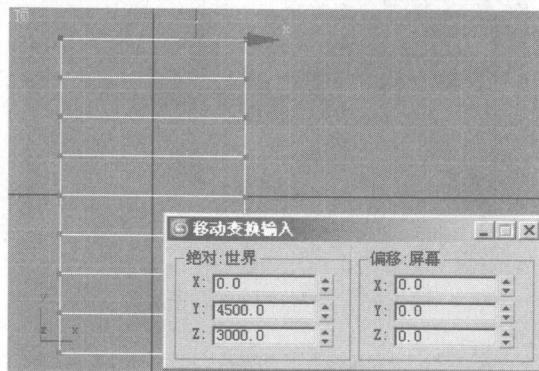

图 1-15 打开“移动变换输入”对话框
⑪ 激活主工具栏中的 “选择并移动”按钮，然后在该按钮上右击，打开“移动变换输入”对话框，如图 1-15 所示。